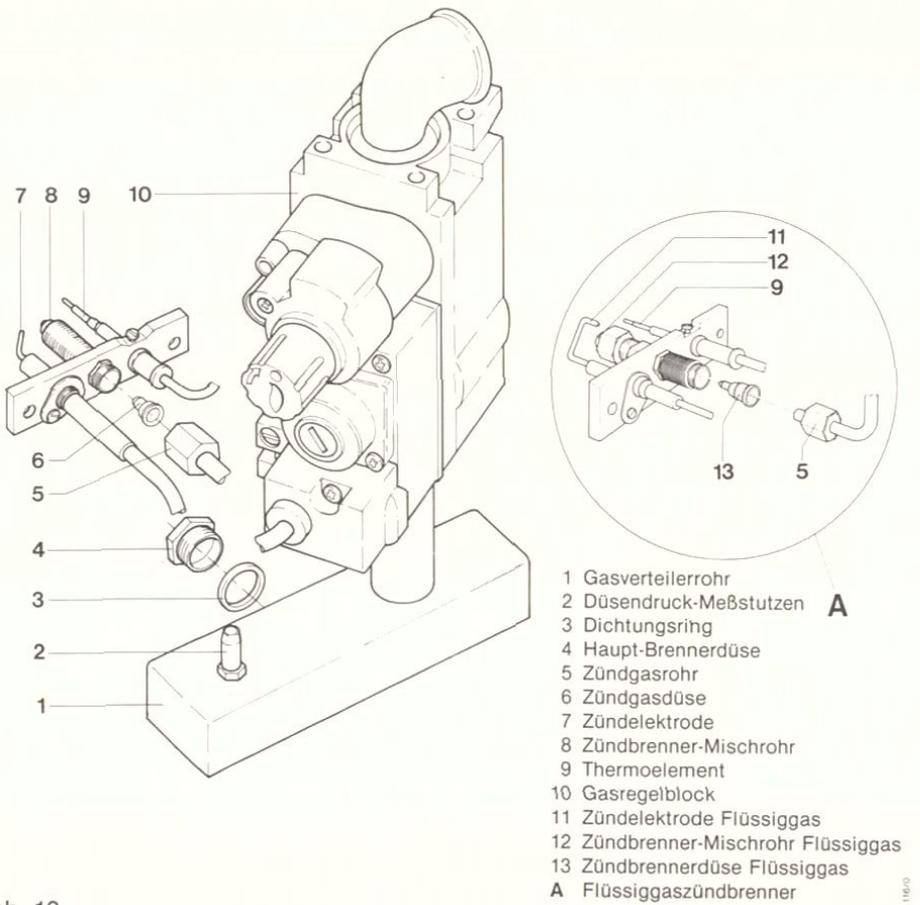

Abb. 16
- a) Vorhandenen Zündbrenner (7, 8, 9, Abb. 16) ausbauen. Den dem Umbausatz beiliegenden Flüssiggas-Zündbrenner einbauen.
(Siehe Abb. 16, Seite 30, Detail A)
- b) Brennerdüsen (4, Abb. 16) für Erdgas herausschrauben und beiliegende Flüssiggas-Brennerdüsen einschrauben.